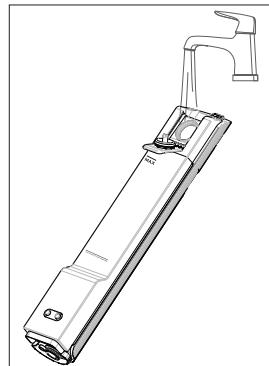

Fig. 7 – Riempimento del serbatoio dell'acqua
- ▶ Riempire il serbatoio dell'acqua pulita con acqua del rubinetto pulita. Non usare acqua calda o bollente per riempire il serbatoio dell'acqua pulita. (**vedere Fig. 7**)